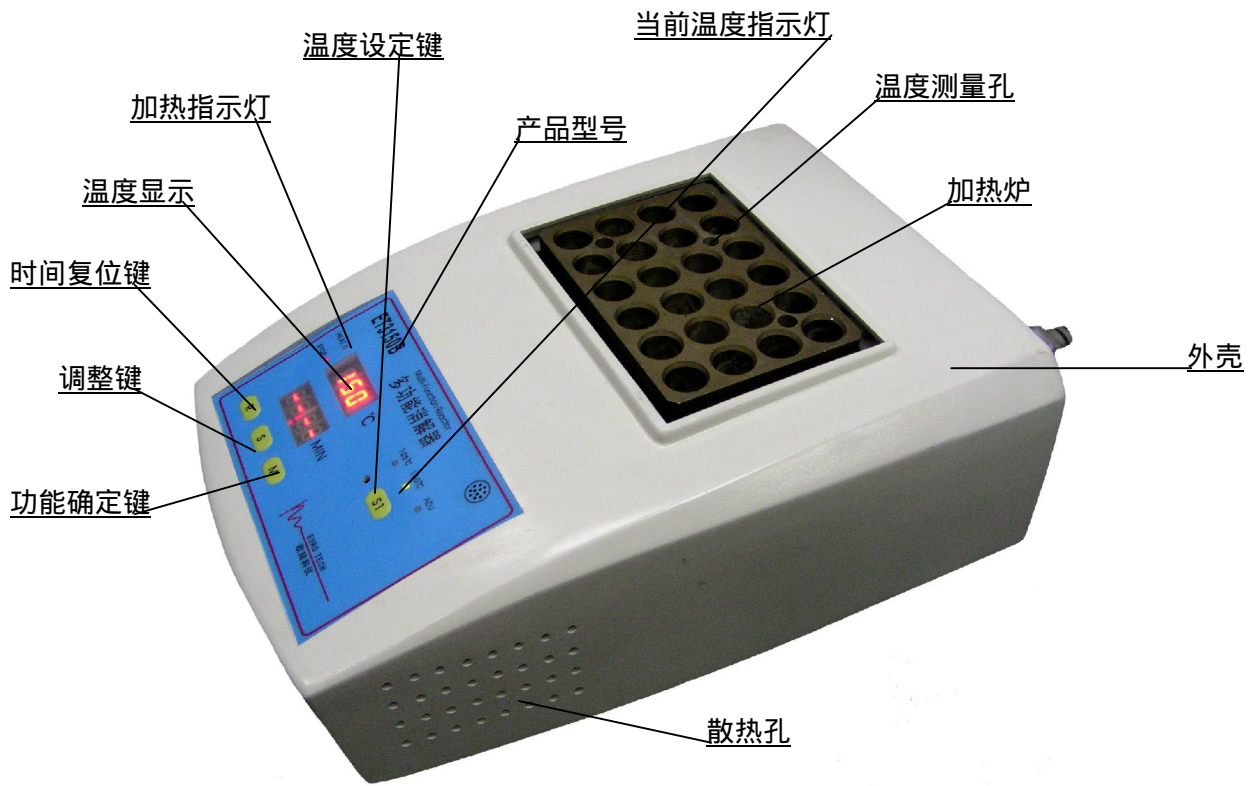

图1
ET3150B型反应器(图1) 能实现普通COD(150) ,快速COD(165) ,总磷、总氮 (105) 等多种化学反应的消解功能,同时消解24个样品,具有升温速度快、温度精度高的特点。